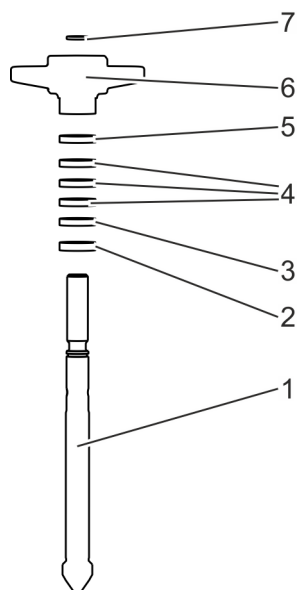

Fig. 28: Montar la empaquetadura del prensaestopas (el número de anillos es variable)
25. ➤ Ensarte el anillo de apoyo (Fig. 28/2) en el husillo (Fig. 28/1).
26. ➤ Si se utiliza un anillo rigidizador (Fig. 28/3) con tapón de chapa, ensarte el anillo rigidizador (Fig. 28/3) en el husillo (Fig. 28/1) con el tapón de chapa orientado hacia el anillo de apoyo (Fig. 28/2).
- Ensarte los anillos de empaquetadura (Fig. 28/4) en el husillo.
28. ➤ Si se utiliza un anillo rigidizador (Fig. 28/5) con tapón de chapa, ensarte el anillo rigidizador (Fig. 28/5) en el husillo (Fig. 28/1) con el tapón de chapa orientado hacia el prensaestopas (Fig. 28/6).
29. ➤ Ensarte la junta tórica (Fig. 28/7) en el husillo.
30. ➤ Introduzca el husillo (Fig. 28/1) en el bonete.
31. ➤ Ensarte el prensaestopas (Fig. 28/6) en el husillo.